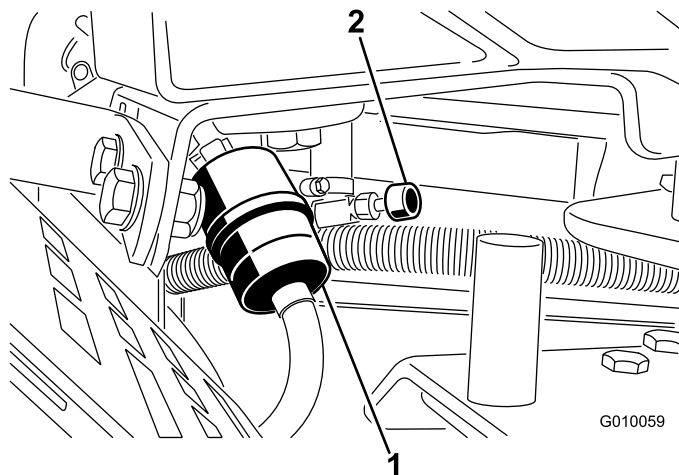

图50
2. 关闭燃油切断油阀图50。
3. 将软管夹的两端挤压到一起将它们滑离滤清器图50。
5. 安装新的滤清器并将软管夹移近滤清器图50。
7. 打开燃油切断阀图50。
2. 关闭燃油切断油阀 图50。
3. 松开燃油滤芯上的软管夹、沿燃油管向上滑动、使之离开燃油滤芯 图50。
4. 从燃油滤清器上拉出燃油管 图50。打开燃油切断阀让燃油排入燃油罐或放油盘。
5. 将燃油管安装到燃油滤清器上。将软管夹滑近燃油滤清器固定燃油管 (图50)。